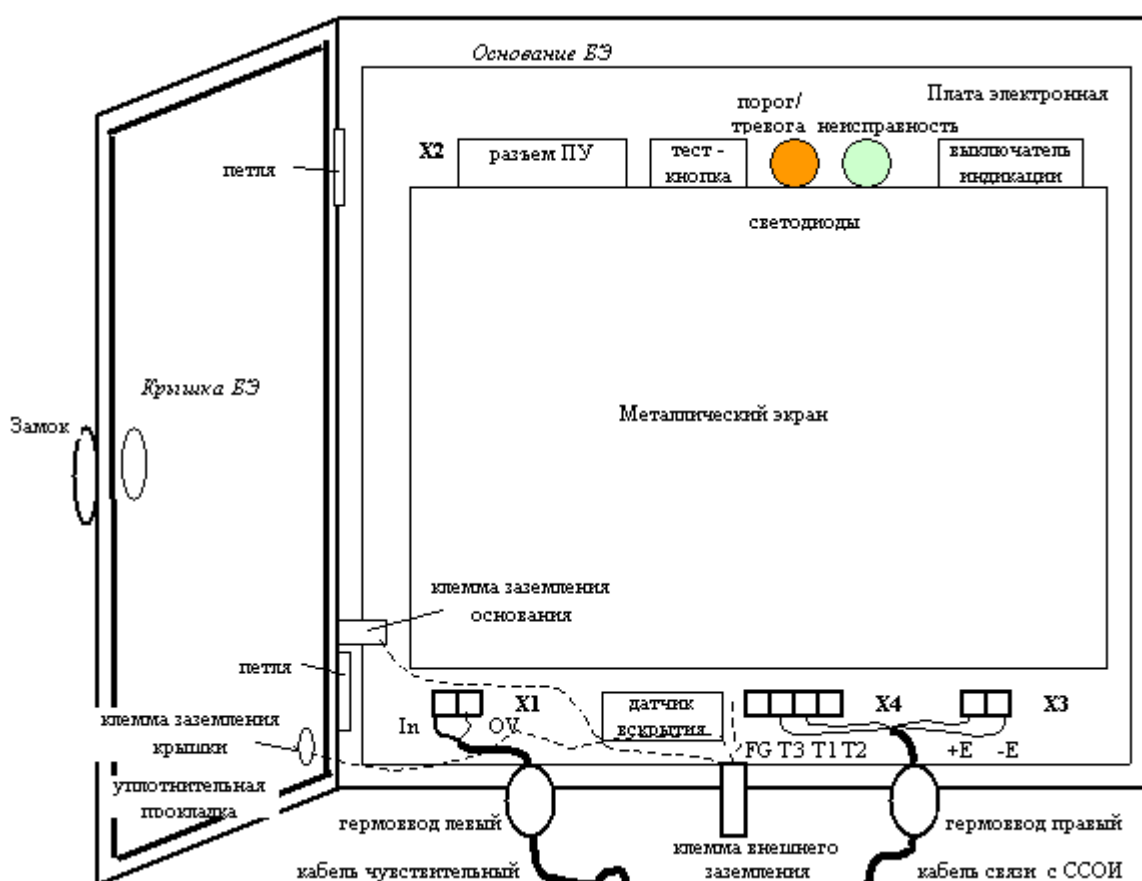

Рис. 2.2. Блок электронный (вид внутреннего объема)
Конструктивно БЭ выполнен в герметичном корпусе, состоящем из двух частей: основания и крышки (рис. 2.2.). Крышка поворачивается относительно основания на двух петлях; плотное прилегание к основанию и герметизация внутреннего объема БЭ обеспечивается с помощью уплотнительной прокладки, расположенной на крышке. Крышка фиксируется с помощью механического замка,
В нижней части платы электронной (вблизи гермовводов) расположены (рис. 2.2.):
В верхней части платы электронной расположены (рис. 2.2.):
3.1.2.4. Подключить БЭ к источнику напряжения 10...30 В постоянного тока. При этом светодиодные индикаторы **«Порог/Тревога»** и **«Неисправность»** (рис. 2.2.) могут засветиться на непродолжительное время. Окончание свечения индикаторов по прошествии 40 с момента подачи питания будет косвенно свидетельствовать о правильности монтажа КЧЭ и готовности изделия к проверке его функционирования.
Если индикатор **«Неисправность»** (рис. 2.2.) за это время не погаснет, то это свидетельствует о неисправности КЧЭ. Поиск и устранение неисправности производится в соответствии с разделом настоящего РЭ.
- 3.2.1.3. Не ранее, чем через 1 мин после подачи питания на БЭ, нажать и отпустить кнопку «TEST» на плате БЭ. Наблюдать кратковременное (в интервале 1...5 с) свечение светодиода «Порог/Тревога». С помощью мультиметра убедиться в размыкании (на это время) выходных контактов «Т1» и «Т2» колодки «Х4» на плате БЭ (рис. 2.2.).
- 3.2.1.4. Нажать (до щелчка) на «Выключатель индикации» (рис. 2.2.) и удерживая его в этом положении, повторить процедуры п. 3.2.1.1. Убедиться в отсутствии свечения светодиода «Порог/Тревога», в то же время убедиться в размыкании (на время 1...5 с) выходных контактов «Т1» и «Т2» колодки «Х4».
- 3.2.1.6. Отсоединить от колодки «Х1» любой оконечный проводник чувствительного кабеля (центральный или экран). Наблюдать непрерывное свечение светодиода «Неисправность». С помощью мультиметра убедиться в размыкании выходных контактов «Т1» и «Т2» колодки «Х4» (рис. 2.2.).
- 3.2.1.7. Закоротить проводником -перемычкой или металлическим предметом (например, пинцетом) контакты колодки «Х1». Наблюдать непрерывное свечение светодиода «Неисправность». С помощью мультиметра убедиться в размыкании выходных контактов «Т1» и «Т2» колодки «Х4» (рис. 2.2.).
- 3.2.1.8. Отсоединить от колодки «Х3» любой проводник питания. С помощью мультиметра убедиться в размыкании выходных контактов «Т1» и «Т2» колодки «Х4» (рис. 2.2.).